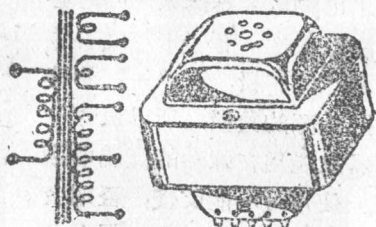

图14 电源变压器
1. 电源变压器 如图14所示。它的构造是在铁片所组成的铁芯上绕有四组线圈。初级线圈有引出线两条，为接110伏电源之用；以欧姆表测量，有比较低的电阻（即比高压线圈低）。高压线圈有引出线三条，两端接整流管的屏极，中间一条接地线，在未通电前用欧姆表测量，在两端之间的电阻最大，中间到每边的电阻值约为最大电阻的一半；这个线圈的